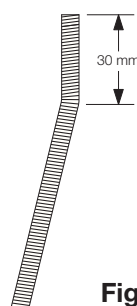

Fig. 6
b) si au contraire le moteur est fixé au niveau de la terre, plier les barres à une hauteur de 30 cm environ comme cela est illustré dans la Figure 6.